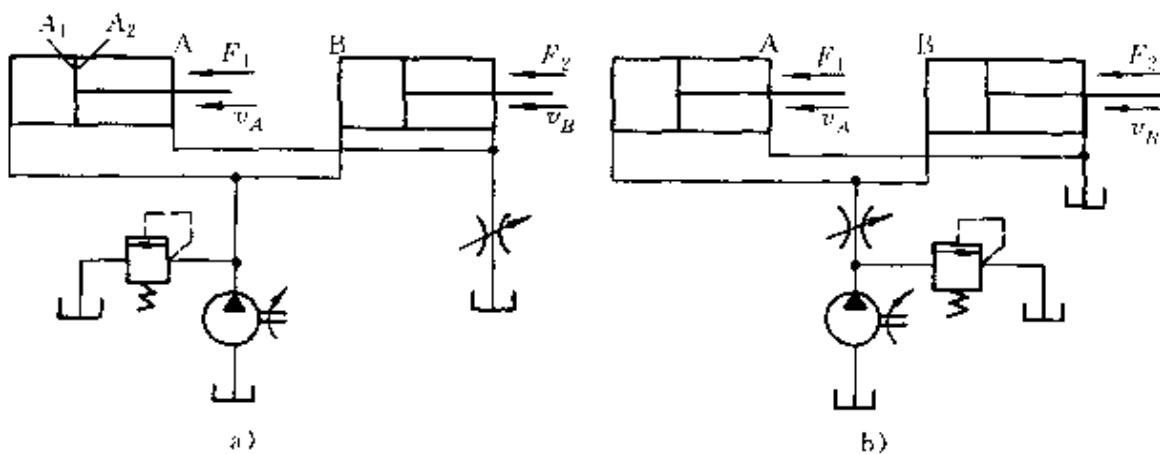

图 7-49 多缸顺序动作回路
**例 15** 在图 7-49 中, A、B 两液压缸的有杆腔面积和无杆腔的面积分别均相等, 负载  $F_1 > F_2$ , 如不考虑泄漏和摩擦等因素, 试问两液压缸如何动作? 运动速度是否相等? 如节流阀开度最大, 压降为零, 两液压缸又如何动作? 运动速度有何变化? 将节流阀换成调速阀, 两液压缸的运动速度是否相等?
**答:** (1) 两缸动作顺序及其运动速度 对于图 7-49 所示回路均是 B 缸先动, B 缸运动到终点后, A 缸开始运动。其理由如下: